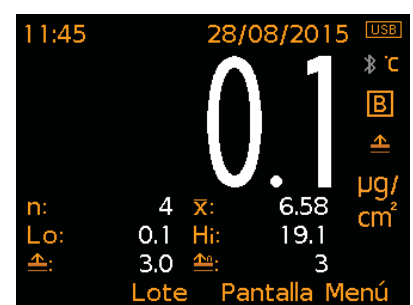

Fig. 3: Lecturas x1 y estadísticas seleccionadas
- **Estadísticas seleccionadas (Fig. 3);** pueden mostrarse hasta 8 valores estadísticos conforme a lo definido por el usuario mediante Pantalla/Estadísticas/Seleccionar estadísticas. Seleccione entre: